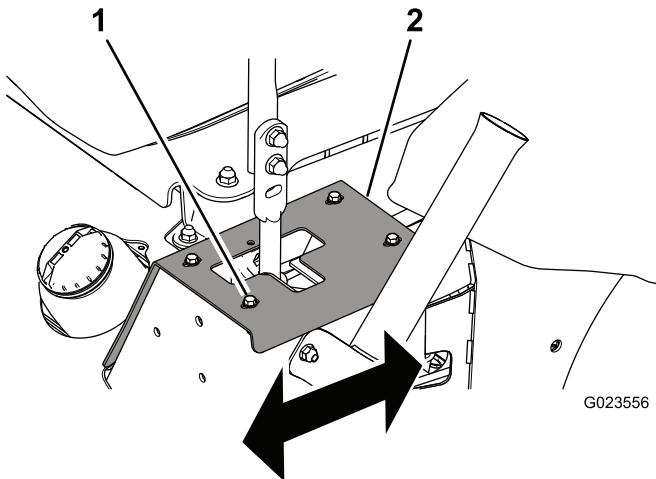

Bild 55
- Wenn sie nach rechts zieht, lösen Sie die Schrauben und versetzen die linke Anschlagsplatte nach hinten, bis die Maschine geradeaus fährt (Bild 55).
- Wenn sie nach links zieht, lösen Sie die Schrauben und versetzen die rechte Anschlagsplatte nach hinten, bis die Maschine geradeaus fährt (Bild 55).
1. Schraube (4) 2. Anschlagsplatte
3. Ziehen Sie die Schrauben an, um die Anschlagsplatte zu befestigen (Bild 55).